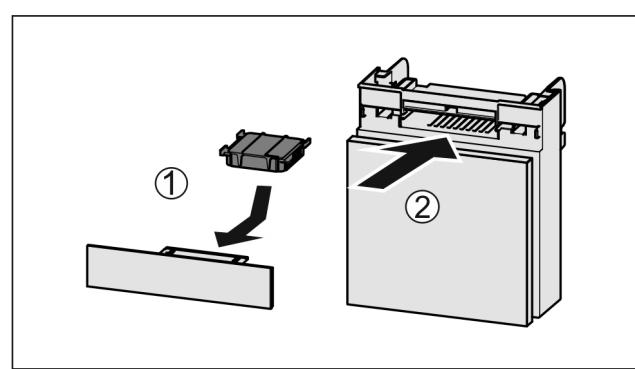

Fig. 77
- Aktif karbon滤resini şekildeki gibi yerleştirin Fig. 77 (1).
- Rafi içeri itin Fig. 77 (2).